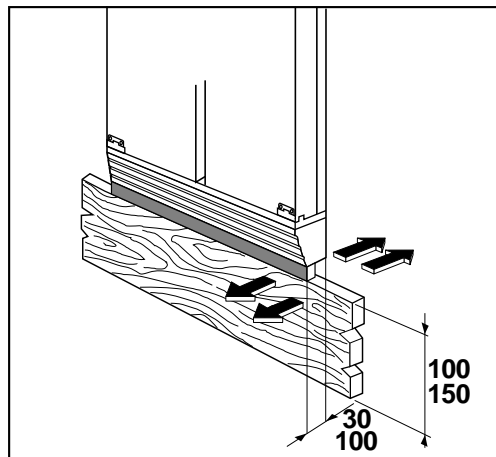

Abb. 19
- Bei einer Sockelhöhe von 100 mm ist das regulierbare Ausgleichsabdeckstück in der gesamten Tiefe zu montieren (Abb. 19).
- Bei einer Sockelhöhe von 150 mm ist das regulierbare Ausgleichsabdeckstück in der gesamten Tiefe zu montieren (Abb. 19).